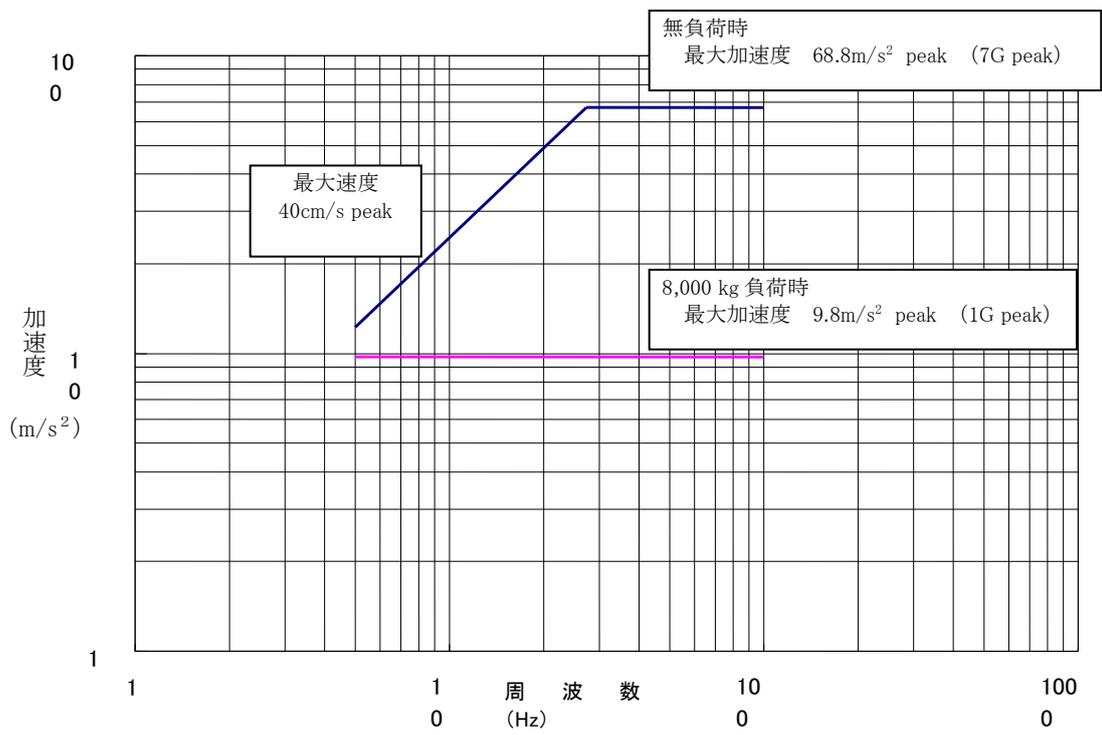

図2-3 最大加振加速度（水平振動台）
| (11) 最大加振加速度 | 無負荷時及び 8,000 kg 搭載時の最大加速度を図 2-3 と 2-4 に示す。 |